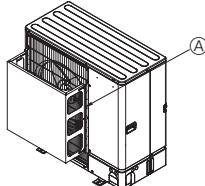
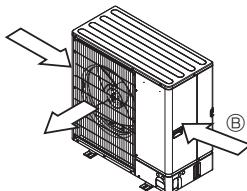

Fig. 2-5
Fig. 2-6
- ② Ja iekārtā ir uzstādīta vējš, kur gaisa izplūdes atverē var iekļūt spēcīgs vējš, ko izraisa viesulvētra utt., aprīkojet iekārtu ar izvēles gaisa vadotni. (Fig. 2-5)
- ③ Gaisa izplūdes atveres vadotne
- ④ Novietojet iekārtu tā, lai gaisa izplūdes atverē izpūš gaisu perpendikulārā sezonas vēja virzienam, ja iespējams. (Fig. 2-6)
- ⑤ Vēja virziens